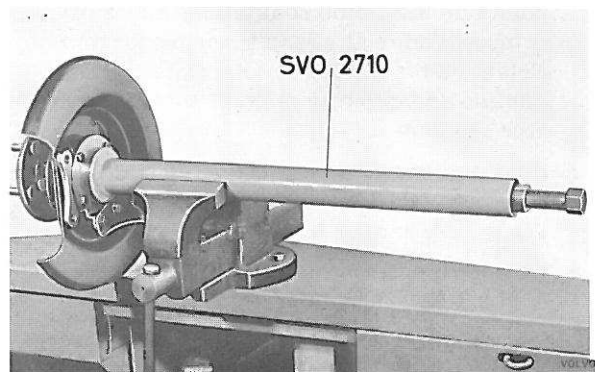

Figure 22. Démontage d'un roulement d'arbre de roue
7. Bien fixer l'extracteur SVO 2710 dans l'étau. Enfoncer l'arbre de roue et monter les vis de fixation pour le plateau-support et le support de l'étrier. Démontez le roulement en se servant de l'extracteur, voir figure 22. Déposer ensuite le plateau-support de frein et le support de l'étrier.